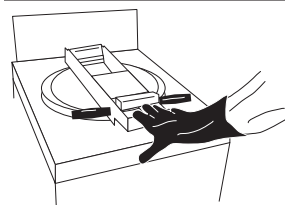

Рисунок 11
- Б. Прежде чем взяться за рукоятку открывания крышки, нажмите на защелку и опустите крышку (рисунок 11).